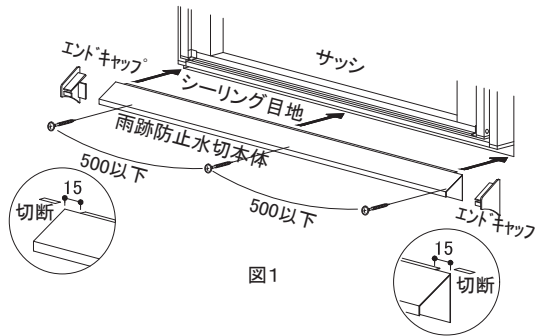

図1
- 本体鋼板部材を、シーリング目地の端部よりも両端15mm程度ずつ長くなるように切断し、切断小口にバリや変形が見られる場合は修正してください。両端の15mm程度長く取った部位は、シーリング目地挿入部を切断してください。(図1参照)
- 本体鋼板部材の外壁面への取り付けは、シーリング目地挿入部をシーリング目地に差し込み、サッシに対し水平になるように、φ3mm程度の先孔をあけて同梱専用ビスにて取り付けます。同梱専用ビスは、最低両端部の2ヶ所以上、中間部は500mm以下の間隔で、背板の下端より8~10mmの位置に取り付けます。(図1、図2参照)